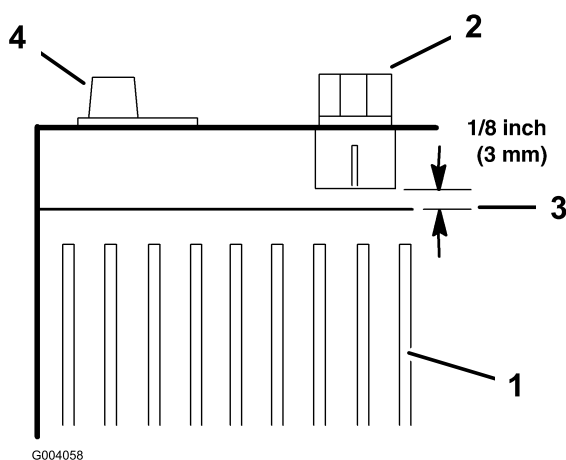

Figura 28
7. Añada suficiente agua destilada para que el nivel de electrolito llegue a 3 mm por debajo del fondo de cada hueco de llenado (Figura 28).